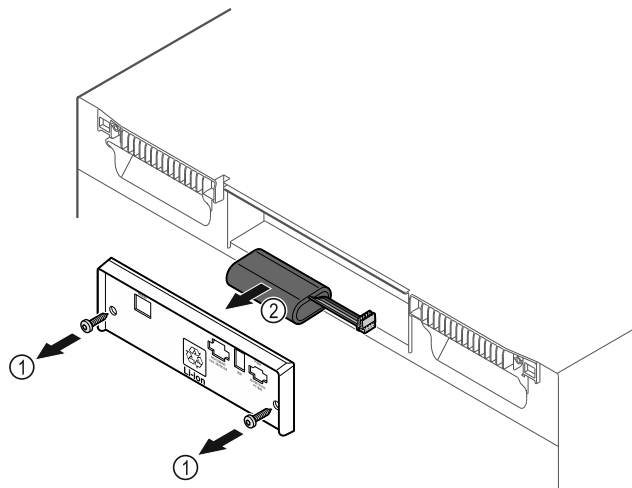

Fig. 184
▶ Открутите винты и снимите крышку с задней стороны устройства Fig. 184 (1).
▶ Отсоедините и извлеките аккумуляторную батарею Fig. 184 (2).